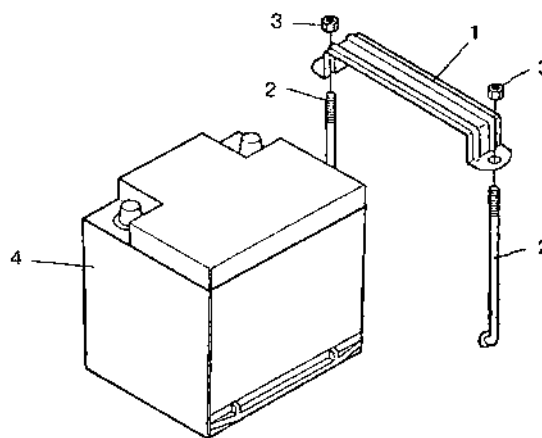

Рис. 8.1. Аккумуляторная батарея и ее крепление:
- Раскрутить гайки крепления прижимной скобы АКБ (рис. 8.1), снять АКБ.